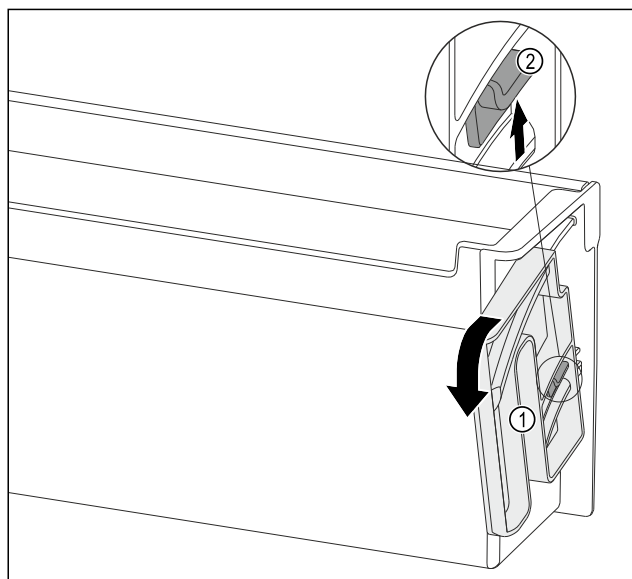

Fig. 94
- ▶ Otočnou část Fig. 94 (1) otočte určeným směrem až na doraz.
- ▶ Závěs Fig. 94 (2) zatlačte nahoru a otočnou část Fig. 94 (1) odeberte.